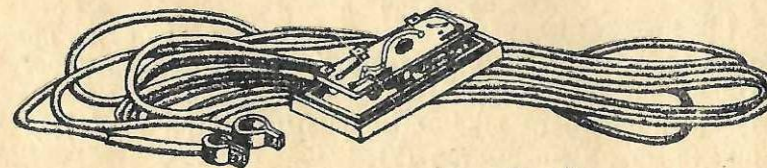

Рис. 4. Делитель напряжения.
4.4. Делитель напряжения (рис. 4) позволяет осуществить